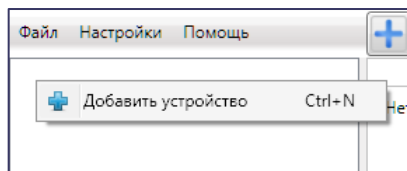

Рисунок 7.3 — Регистрация контроллера вручную
- щелкните правой кнопкой мыши по свободному месту в области дерева устройств программы *Конфигуратор Профессионал* (см. 7.4) и в появившемся меню выберите *Добавить устройство* (см. рисунок 7.3);